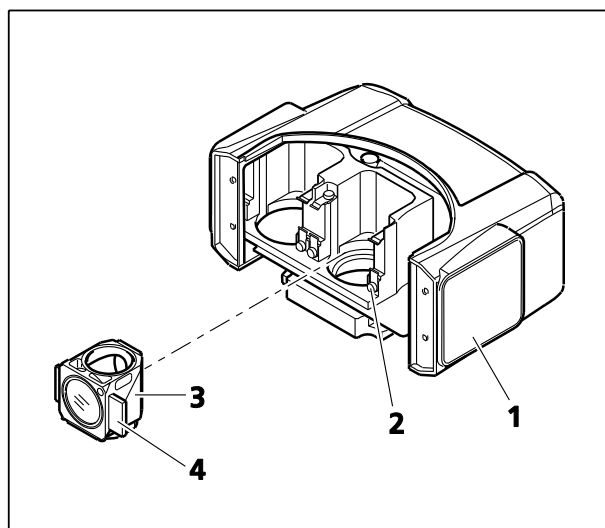
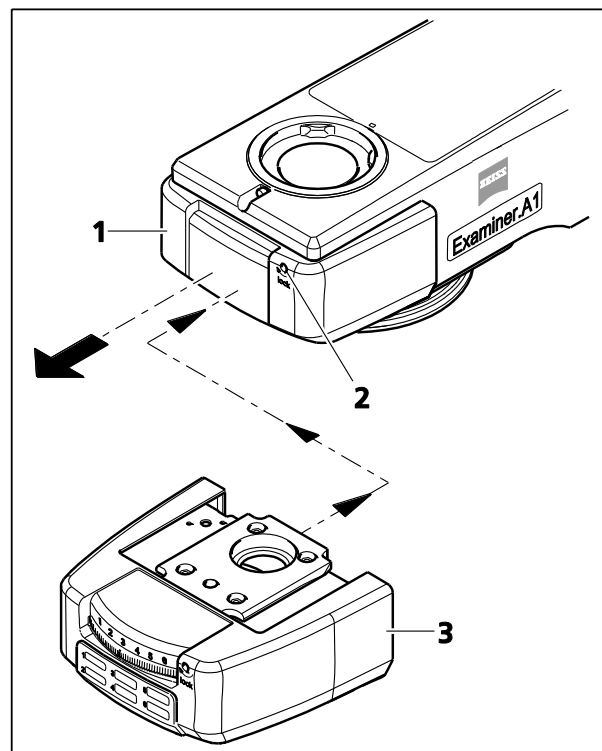

Figure 3-7 Remplacement d'un module de réflecteur dans l'insert pour réflecteur
Figure 3-8 Installation d'un insert pour réflecteur
(1) Installation d'un module
- Retirer l'insert pour réflecteur (Figure 3-7/1) de la partie supérieure du statif (voir paragraphe 3.1.6), le tourner vers le côté supérieur et le poser.
- Insérer le module (Figure 3-7/3) avec les éléments de support montés à droite et à gauche (Figure 3-7/4) en l'inclinant par le haut dans les pattes de ressorts inférieurs (Figure 3-7/2) du porte-réflecteur.
(2) Retrait d'un module
- Insérer le tournevis à tête sphérique (3 mm) dans l'orifice (Figure 3-8/2), tourner la vis de blocage dans le sens inverse des aiguilles d'une montre jusqu'en butée et retirer le capuchon de fermeture (Figure 3-8/1) vers la face avant.
- Glisser l'insert pour réflecteur (Figure 3-8/3) équipé des modules pour réflecteur, p. ex. la tourelle porte-réflecteurs 6x, jusqu'à sa butée dans la partie supérieure du statif, le maintenir enfoncé et serrer la vis de blocage dans le sens des aiguilles d'une montre.